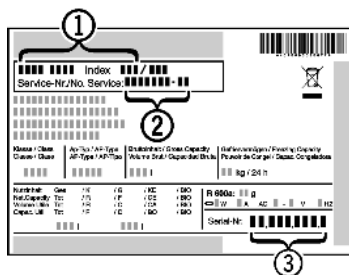

Fig. 13
- ▶ Прочетете от идентификационната табелка описанието на уреда Fig. 13 (1), сервисния № Fig. 13 (2) и серийния № Fig. 13 (3). Идентификационната табелка се намира на лявата вътрешна стена на уреда.
- ▶ Обадете се на сервисната служба и посочете неизправността, описанието на уреда Fig. 13 (1), сервисния № Fig. 13 (2) и серийния № Fig. 13 (3).